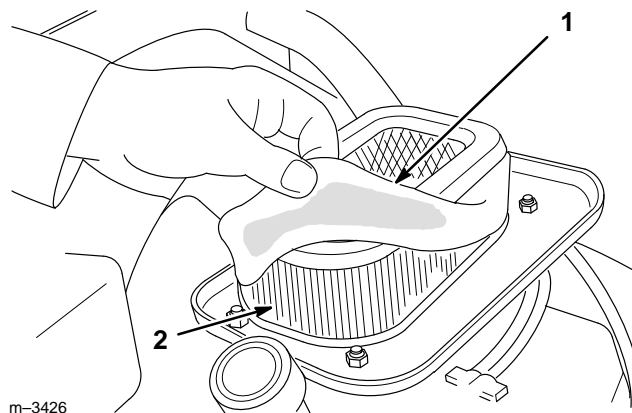

Abbildung 27
5. Papiereinsatz und Schaumelement herausnehmen und voneinander trennen (Abb. 27).
1. Das Schaumelement vorsichtig auf den Papiereinsatz schieben (Abb. 27).